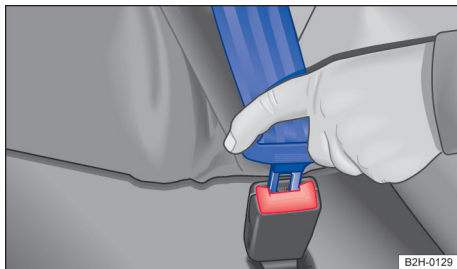

Fig. 29 Introduzir a lingueta do fecho do cinto de segurança subabdominal no fecho do cinto de segurança.
- Introduzir a lingueta do cinto de segurança firmemente no fecho do cinto de segurança pertencente ao assento → Fig. 29.